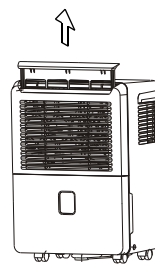
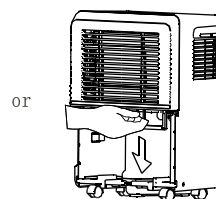

Fig. 11a
Fig. 11b
- Retire el filtro desde la parte superior de la unidad (Véase la Fig. 11a), o retire la cubeta y entonces tire hacia abajo el filtro para retirarlo (Véase la Fig. 11b).